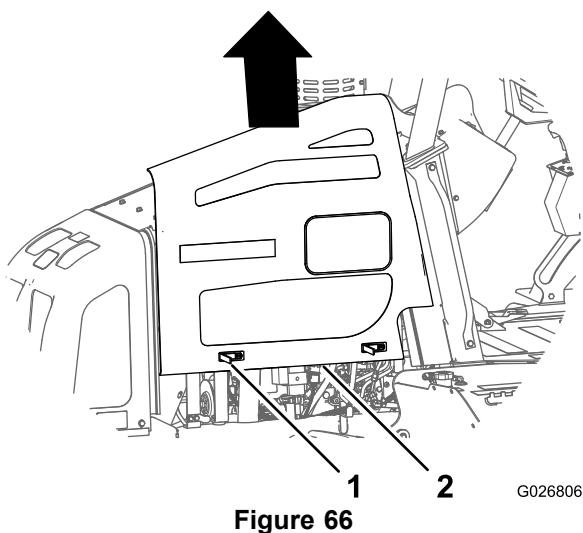

Figure 66
- Soulevez le panneau pour le déposer de la machine (Figure 66).